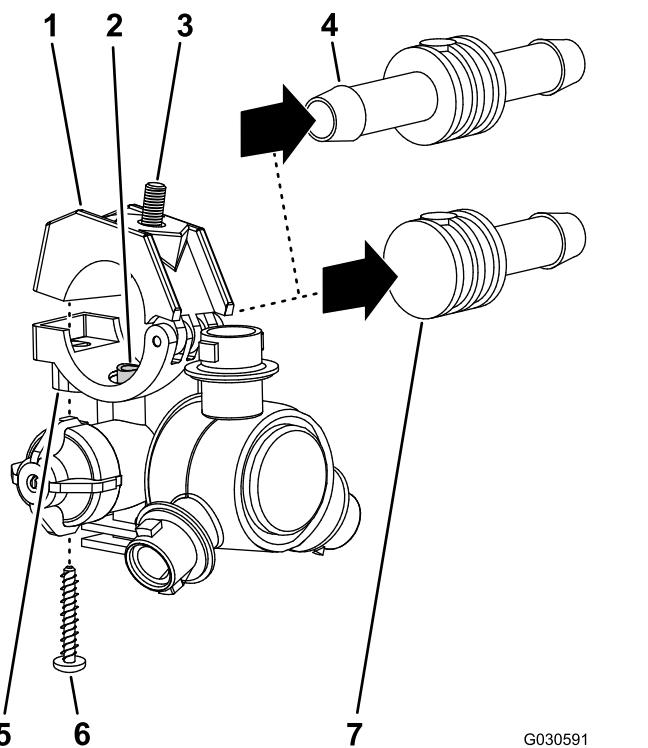

图50
2. 取下将夹具上半部分和双或单宝塔软管柄固定到喷嘴主体的不锈钢螺丝#12 x 1 1/4 英寸然后将宝塔软管柄和软管与喷嘴分开 图50。